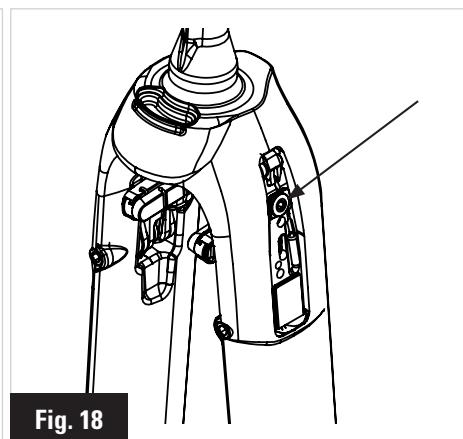

Fig. 18
12- Une fois cet ajustement réalisé, serrer le serre-câble ② à l'aide d'une clé Allen de 3mm au couple de **6Nm** (Fig. 18).